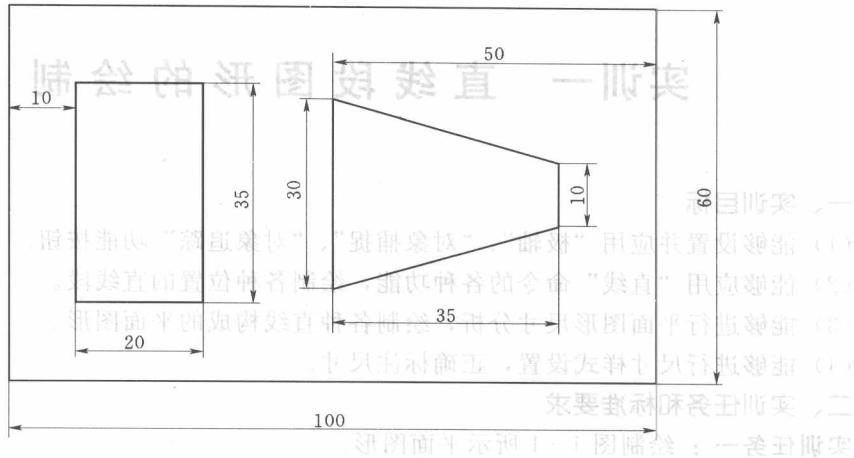

图 1-2 平面图形二
实训任务二：绘制图 1-2 所示平面对称图形。
- (1) 启用“直线”命令完成绘图，不用作图辅助线，反复训练，达到熟练作图，绘图时间不超过 5 分钟。
(2) 按图 1-2 所示样式进行尺寸标注，熟练标注时间不超过 3 分钟。